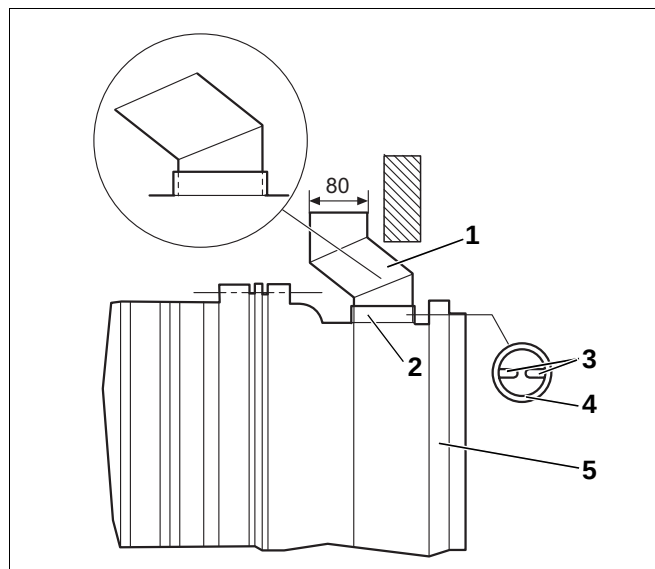

Abb. 6 Seitenansicht
- Abgasumlenkung (Abb. 6, **Pos. 1**) in den vorhandenen Abgasstutzen (Abb. 6, **Pos. 2**) stecken.